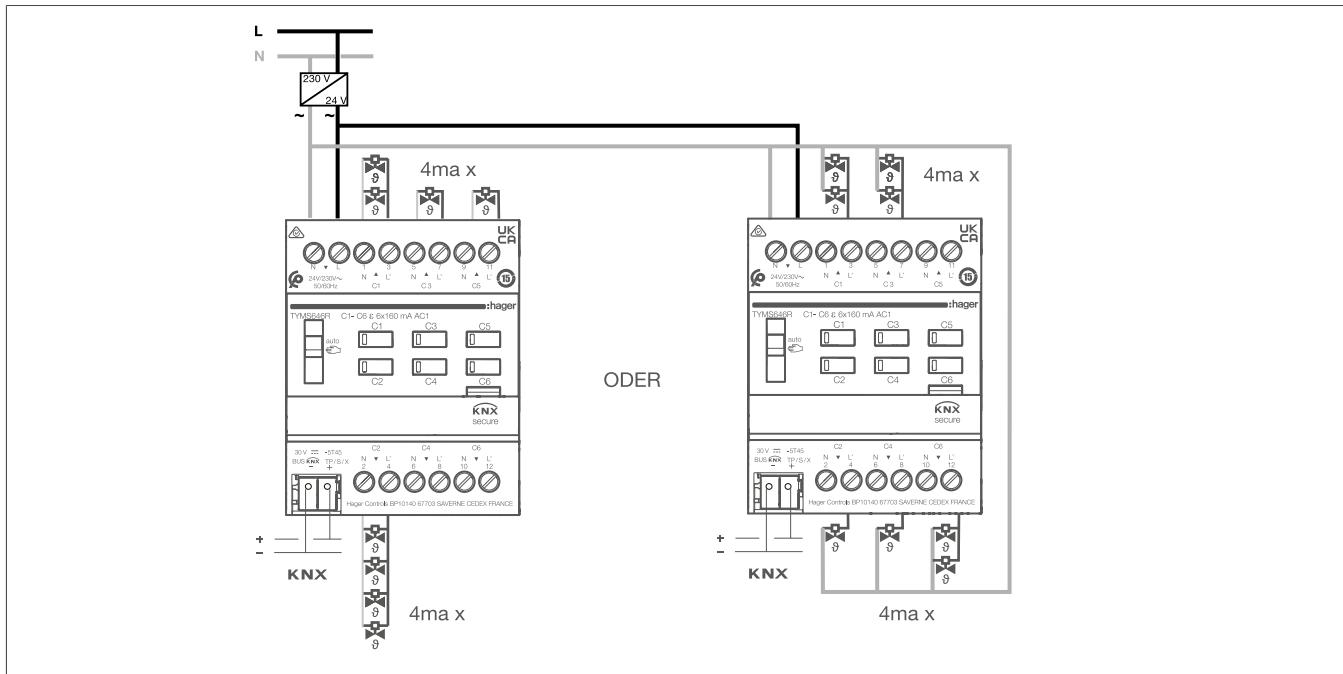

Bild 8: Anschlussplan für Stellantriebe 24 V~ Spannungsversorgung
- Netzspannung 24 V~ gemäß Anschlussplan (Bild 8) anschließen.
- Stellantriebe gemäß Anschlussplan anschließen (Bild 8).